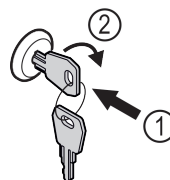

Fig. 191
- ▶ Klíč zasuňte dovnitř Fig. 191 (1).
- ▶ Otáčejte klíčem o 90° ve směru hodinových ručiček Fig. 191 (2).